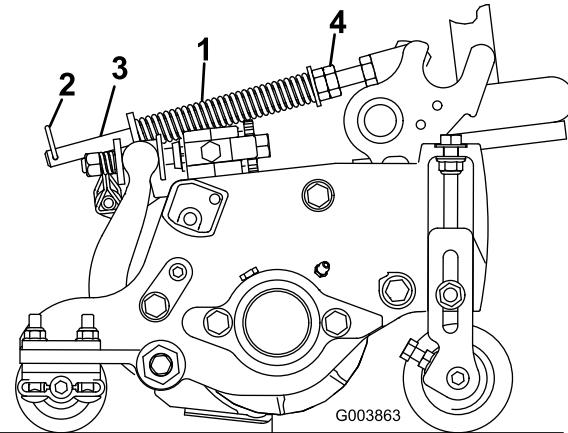

Figura 15
2. Serrate i dadi esagonali sulla parte anteriore dell'asta della molla fino a ridurre la lunghezza compressa della molla a 12,7 cm sugli elementi di taglio da 12,7 cm del Reelmaster 5410, oppure a 15,9 cm sugli elementi da 17,8 cm del Reelmaster 5510 e 5610 (Figura 15).
La molla di compensazione del manto erboso (Figura 15) trasferisce il peso dal cilindro anteriore al cilindro posteriore, per contribuire a ridurre l'ondulazione del manto erboso, detta anche fluttuazione o bobbing.
1. Verificate che la coppia sia montata nel foro posteriore dell'asta della molla (Figura 15).